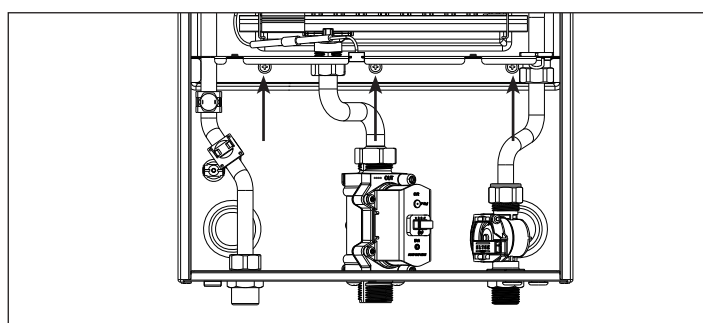
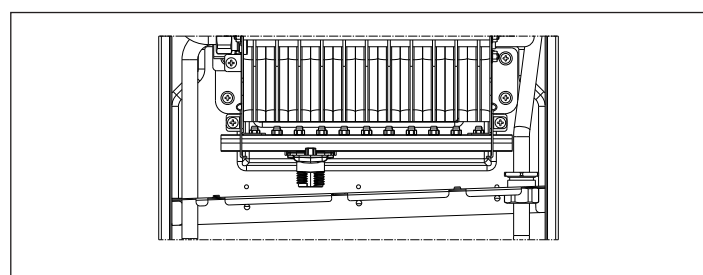

Fig. 16 - Desmontar componentes
Fig. 17 - Desmontar componentes
- Desatornille los tornillos indicados en la fig. 16 y baje la lámina metálica (fig. 17)